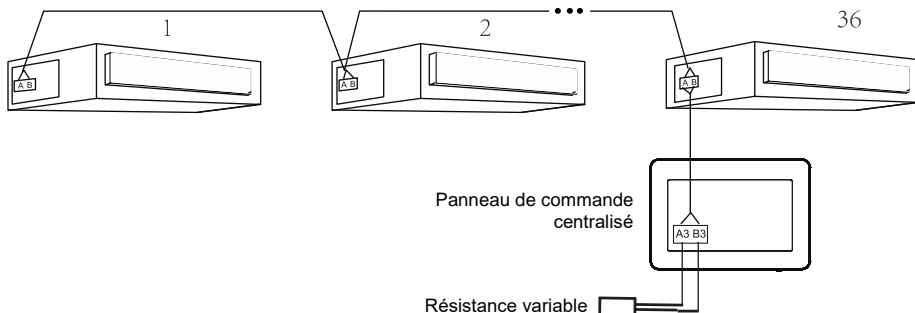

Fig. 3-7 : Panneau de commande centralisé connecté à l'unité UNI SPLIT
- (1) Le panneau de contrôle centralisé peut être utilisé avec les unités de la gamme UNI SPLIT. Un panneau de commande centralisé peut commander jusqu'à 36 unités UNI SPLIT.
- (2) Lorsque le panneau de commande doit être utilisé avec les unités UNI SPLIT, raccordez-le conformément à la figure 3-7. Le panneau de commande centralisé doit être connecté à l'unité terminale du système UNI SPLIT. Connectez les ports A3 et B3 du panneau de commande centralisé au port COM_BMS de l'unité UNI SPLIT à l'aide du câble de communication. Hormis les câbles de communication, une résistance variable doit être connectée à ces ports A3 et B3. Sur la carte mère de l'unité UNI SPLIT, il y a deux ports COM_BMS (deux connecteurs sans marquage de polarité), dont un pour raccorder le panneau de commande centralisé et l'autre pour raccorder l'unité UNI SPLIT.